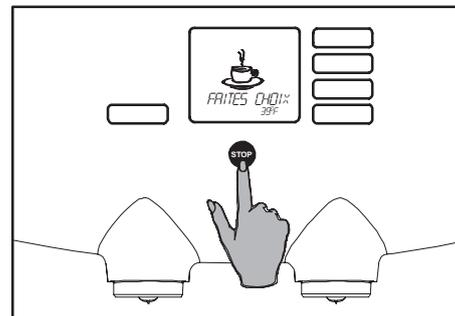

Fig. 20 Bouton d'arrêt
3. Appuyez sur le bouton Stop (fig. 20) pour interrompre la distribution avant, si vous souhaitez que la tasse ne soit que partiellement remplie.
- Vous pouvez appuyer sur le bouton Stop à n'importe quel moment pour interrompre la distribution (fig. 20).